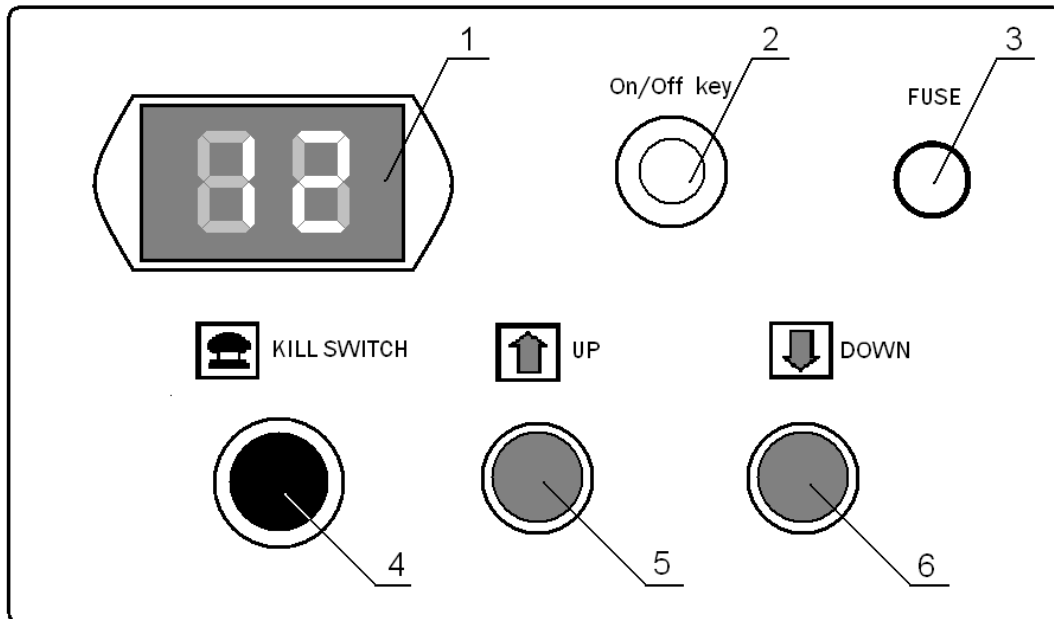

Рис.8. Главная панель управления, DC-исполнение.
- на панели DC-исполнения – выключатели поз. 2,3 (см. рис.8).